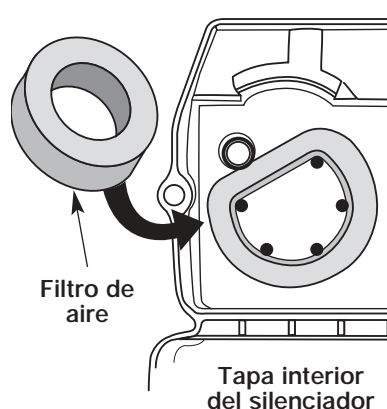

Fig. 35
2. Gire la tapa y ubique el filtro de aire adentro. Saque el filtro de aire de adentro de la tapa del filtro de aire / silenciador (Fig. 35).
6. Cambie el filtro de aire dentro de la tapa del filtro de aire / silenciador (Fig. 35).